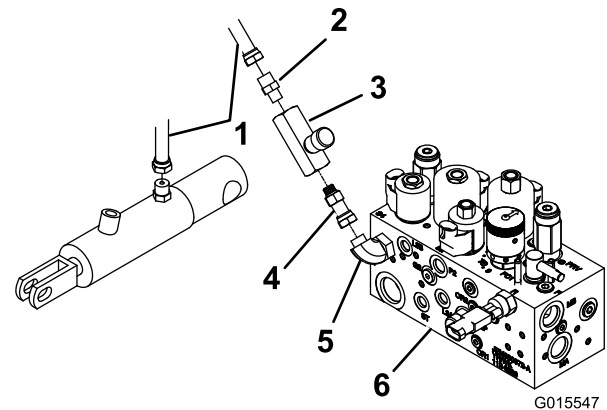

図 1
4. フローコントロールオリフィスバルブに、ストレートアダプタ・フィッティングとストレートスイベル・コネクタを図 1 のように取り付ける。
7. フローコントロールオリフィスについているストレートスイベル・コネクタをマニホールドブロックのエルボフィッティングに仮接続する（図 1）。